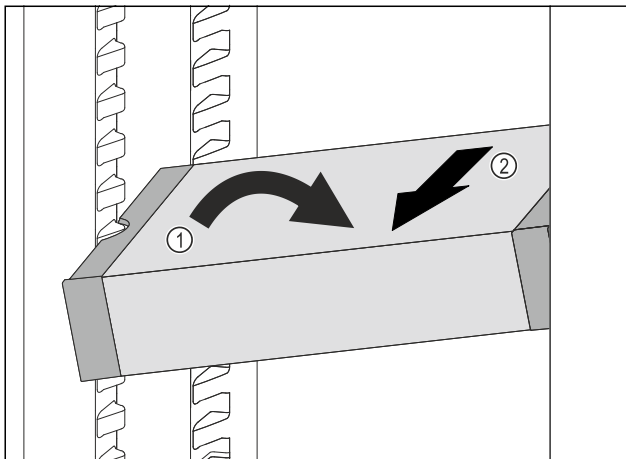

Fig. 66
- ▶ Plasser VarioSafe skrått i kjøleskapet. Fig. 66 (1)
- ▶ Ta ut VarioSafe ved å trekke den forover. Fig. 66 (2)